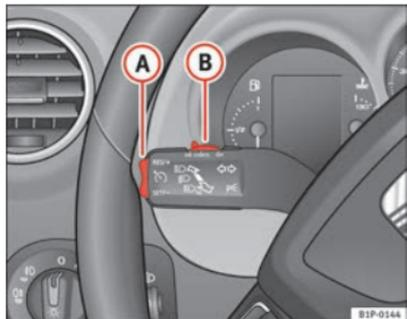

Fig. 134 Alavanca das luzes indicadoras de mudança de direcção e dos máximos: comando e botão basculante para o regulador de velocidade
- ao deslocar a alavanca (B) à posição „CANCEL“ sem chegar a encaixar na posição „OFF“. Quando realizada a operação „CANCEL“, ao soltar o manípulo, este volta à sua posição inicial.
Para recuperar o regulador, levante o pé do pedal do travão ou da embraiagem, ou reduza a velocidade abaixo dos 180 km/h e pressione uma vez a parte superior do botão basculante RES/+ → Fig. 134 (A).